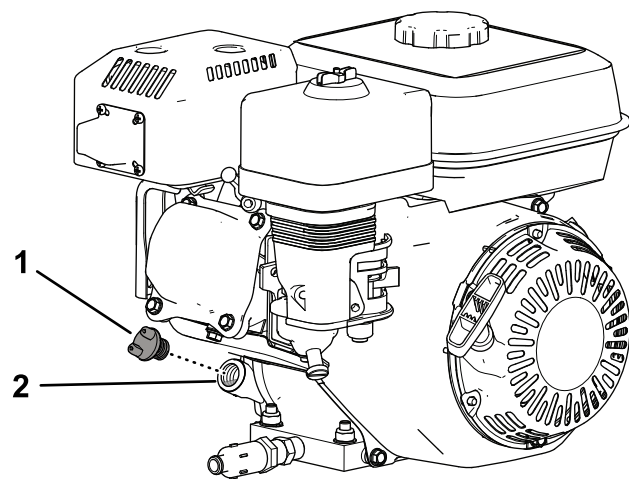

Figure 28
2. Nettoyez la surface autour du bouchon de remplissage d'huile (Figure 28).